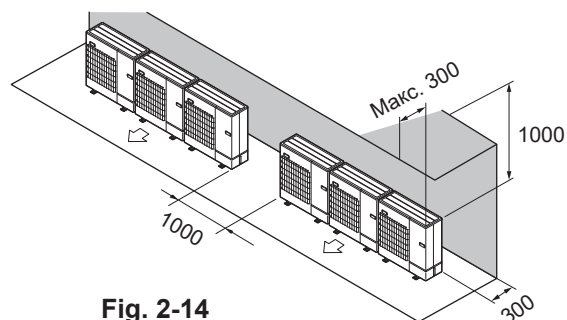

Fig. 2-14
- ② Көдергілер тек артқы жағында және одан жоғарыда (Fig. 2-14)